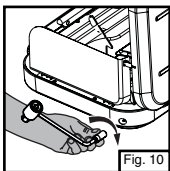

Fig. 10
- Enrosque el regulador en la estufa apretándolo a mano. (Fig. 10)